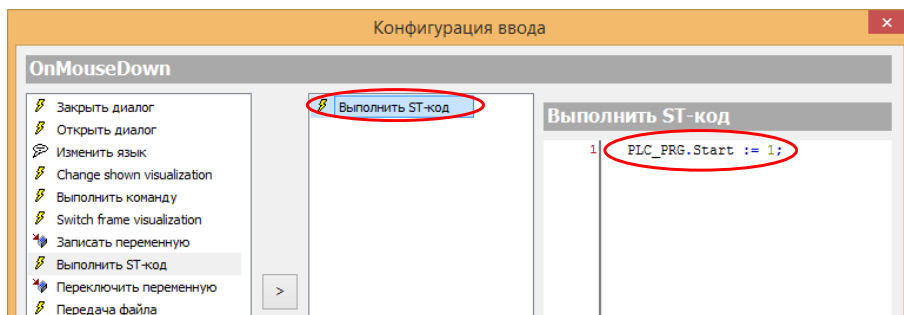

Рис. 55. Привязка кода на ST к кнопке
2. Затем необходимо привязать к кнопке выполнение кода на языке **ST** (рис. 55).